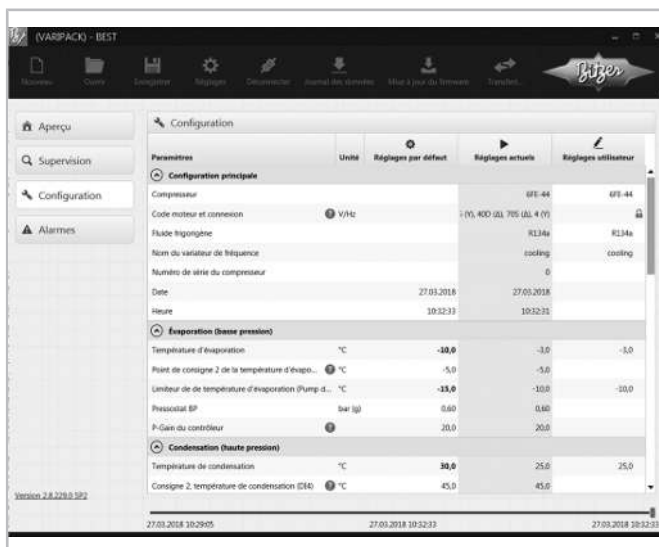

Fig. 29: Configuration VARIPACK « Régulation de pression »
- Régulation de puissance du compresseur en fonction de la pression d'évaporation avec le module d'extension pour la régulation de la pression (option), voir figure 29, page 123.